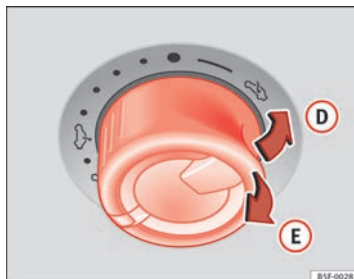

Fig. 60 Dans le ciel de pavillon : appuyer sur la commande et la tirer pour lever et fermer le toit.
⇒ fig. 60
- Pendant les cinq secondes suivant le déclenchement du dispositif anti-pincement, maintenez la commande tirée vers l'arrière $\Rightarrow$ fig. 60 (flèche ③) jusqu'à ce que le toit ouvrant coulissant soit complètement fermé.